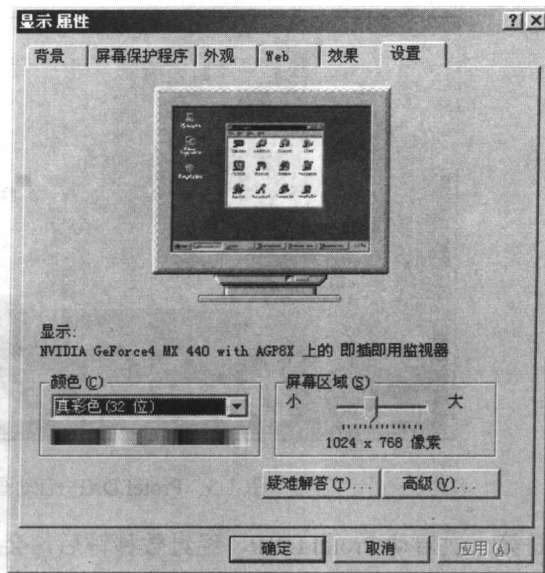

图 1-2 “显示属性”对话框
(2) 执行“属性”菜单命令后, 系统弹出“显示属性”对话框, 然后选取该对话框中的“设置”选项, 如图 1-2 所示。
(3) 设置图 1-2 中的“屏幕区域”为 1024×768, 设置“颜色”为最高(32 位)。如果用户的计算机配置更高的话可以选择更高的屏幕分辨率和颜色位数, 这样用户才能充分享受高配置的计算机和优秀的设计软件完美结合后给工作带来的乐趣。